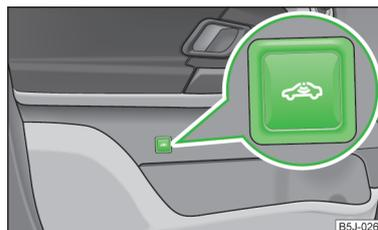

Fig. 17
- Pulsar la tecla de símbolo  » fig. 17 en la puerta del conductor.